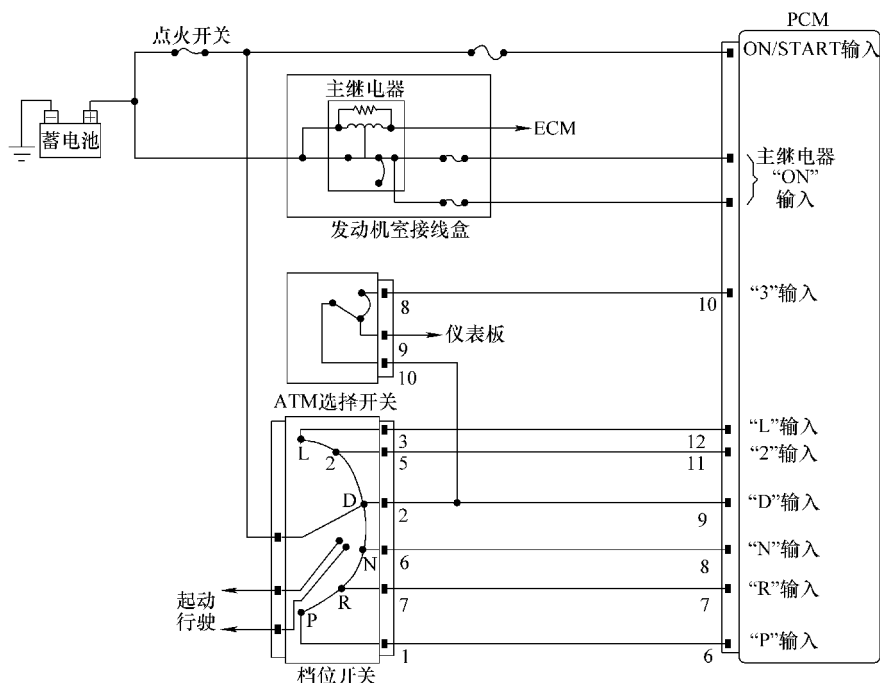

图 6-23 变速器档位开关控制电路
- ① 断开“变速器档位开关”插接器插头。
- ② 点火开关置 ON 位置。
③ 如图 6-23 所示，使用万用表测量档位开关线束插接器各个端子与搭铁之间的电压，规定值见表 6-8。电压是否在规定值范围？